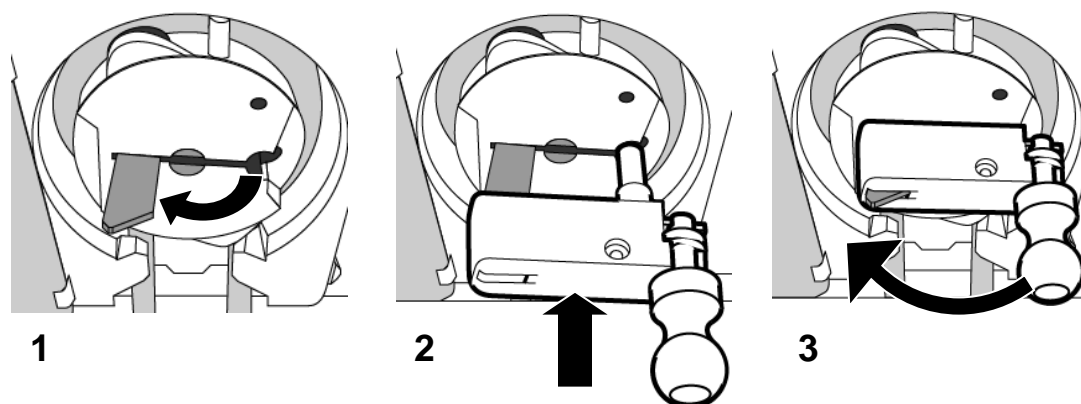

Figura 55 – Inserción de la manivela de la bomba de sangre
6. Abra la puerta de la bomba y gire el seguro del rotor hacia afuera (vea Figura 55 #1).
7. Alinee la ranura y el eje en la manivela con el seguro del rotor y el orificio como muestra la Figura 55 #2.
8. Deslice hacia adentro la manivela hasta el tope. El seguro de la manivela será poco visible desde la manivela (vea Figura 55 #3).
2. Abra la puerta de la bomba y gire el seguro del rotor hacia afuera (vea Figura 55 #1).
3. Alinee la ranura y el eje en la manivela con el seguro del rotor y el orificio como muestra la Figura 55 #2.
4. Deslice hacia adentro la manivela hasta el tope. El seguro de la manivela será poco visible desde la manivela (vea Figura 55 #3).